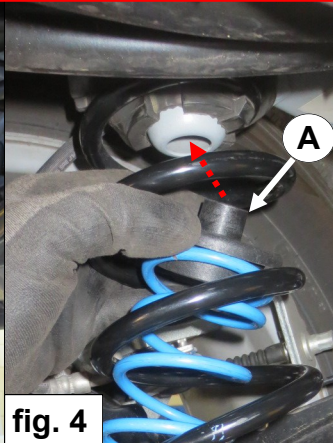

fig. 4
4. Placez la coupelle **A** sur le ressort auxiliaire **C** et le centrer dans le trou supérieur. Voir fig. 4.
4. Istället fjädersäte **A** på den övre sidan av den ytterligare fjädern **C** och centrera den i det övre hålet. Se fig. 4.